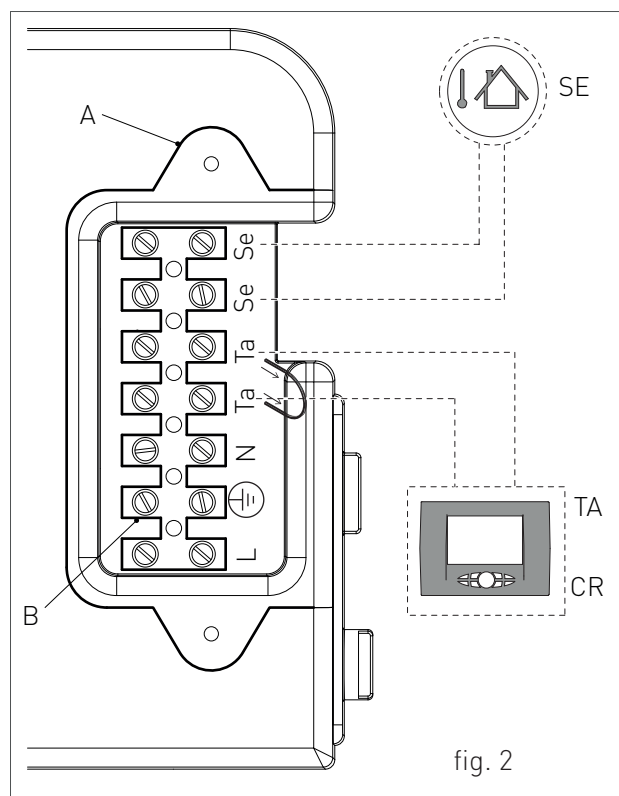

fig. 2
Montare il box di neutralizzazione condensa, completo di granulato e carboni attivi, per una potenza trattata fino a 350 kW (vedi fig.2). Il dispositivo consente di neutralizzare la condensa che si raccoglie nei generatori termici e/o nei sistemi di scarico fumi in acciaio inox, plastica, vetro o ceramica.
- › rimuovere il mantello frontale della caldaia (vedi capitolo ACCESSO ALLA CALDAIA); svitare le due viti e rimuovere il piastrino "A" (vedi fig. 2).
- › Una volta rimosso il piastrino effettuare i seguenti collegamenti sulla morsetteria "B" (vedi fig. 2):
- › Inserire la sonda dell'analizzatore fumi nell'apposita presa fumi 'PF' (fig. 1), quindi verificare che il valore di CO2 sia conforme a quanto riportato al capitolo "Dati tecnici", in caso contrario svitare la vite di protezione 'A' (fig. 2) e regolare con una chiave a brugola da 4 sulla vite '2' (fig. 2) del regolatore di Off-Set. Per aumentare il valore di CO2 è necessario ruotare la vite in senso orario e viceversa se si vuole diminuire. Terminata la regolazione avvitarla la vite di protezione 'A' (fig. 2) sul regolatore di Off-Set.
- › Verificare che il valore di CO2 sia conforme a quanto riportato al capitolo "Dati tecnici", in caso contrario regolare sulla vite '1' (fig. 2) del regolatore di portata gas. Per aumentare il valore di CO2 è necessario ruotare la vite in senso antiorario e viceversa se si vuole diminuire.
- › Ad ogni variazione di regolazione sulla vite '1' (fig. 2) del regolatore di portata gas è necessario aspettare che la caldaia si stabilizzi al valore impostato (circa 30 secondi).